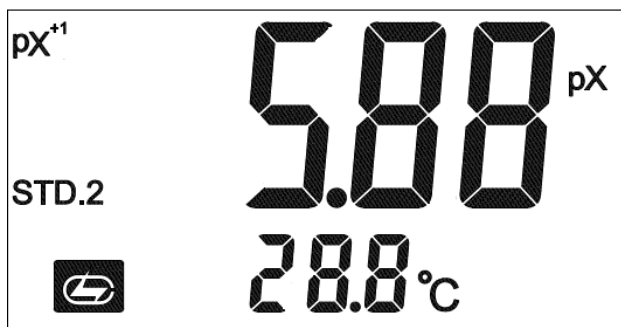

图10
- 3 再次清洗电极并插入另一种离子校正溶液中；用温度计测出溶液的温度值，并设置温度值；按“标定 2”将，再按“△”或“▽”键调节显示值，使 pX 显示为该温度下离子校正溶液的 pX 值，如图(图 10)。